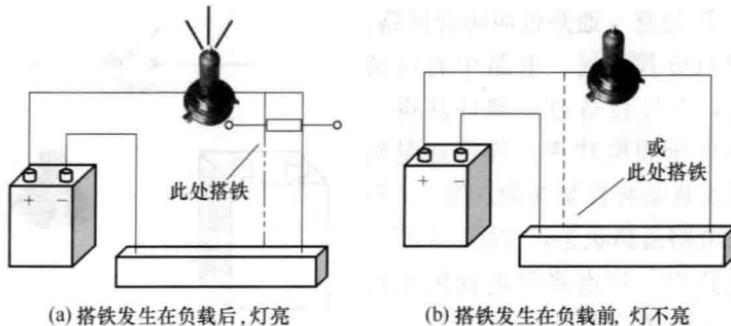

图 1-10 搭铁现象
④ 搭铁 搭铁现象是短路的一种。当电路中的某处因绝缘破坏使电流不经原来的路径，而是从破损处直接经车身（或发动机缸体）回到电源负极的现象叫搭铁。搭铁出现的位置不同，对电路的影响亦不同。搭铁现象如图 1-10 所示。